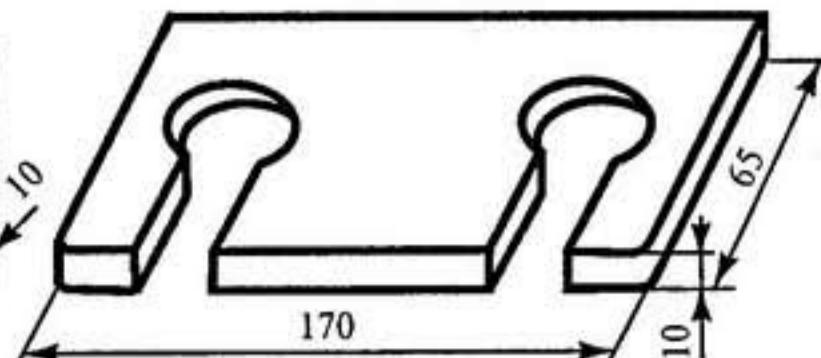

Рис. 206
2. Затем изготовьте подвеску (рис. 206). Для нее вам нужно подготовить дощечку $170 \times 65 \times 10$ (рис. 207, а), с помощью шаблона провести разметку (рис. 207, б), просверлить два отверстия Ø24 мм (рис. 207, в), лобзиком сделать пропилы (рис. 207, г), спилить углы и зашлифовать острые грани (рис. 207, д).